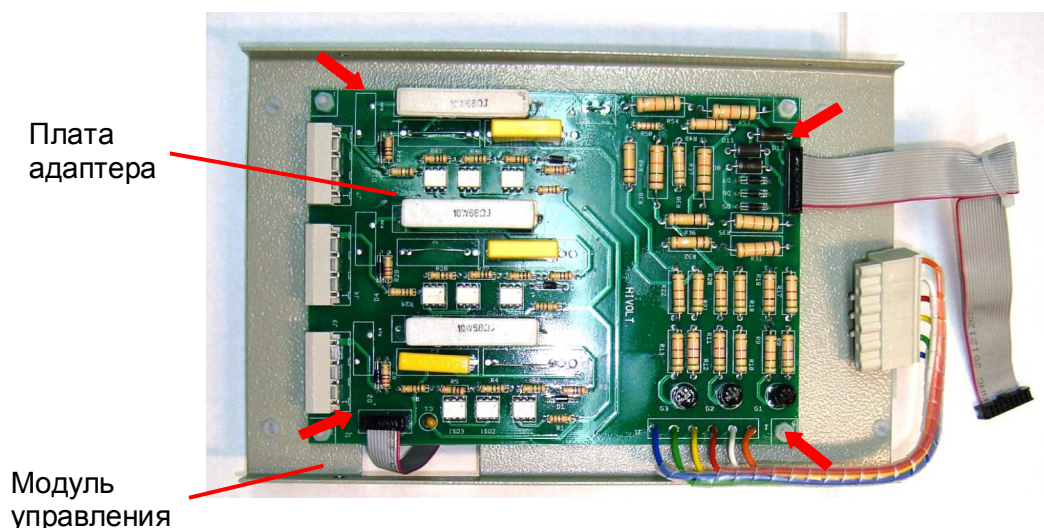

Рис. 7.10. Установка платы адаптера.
7.6.3. Установить плату адаптера на модуль управления согласно рис. 7.10 и зафиксировать ее четырьмя пластмассовыми гайками (рис. 7.10, красные стрелки).